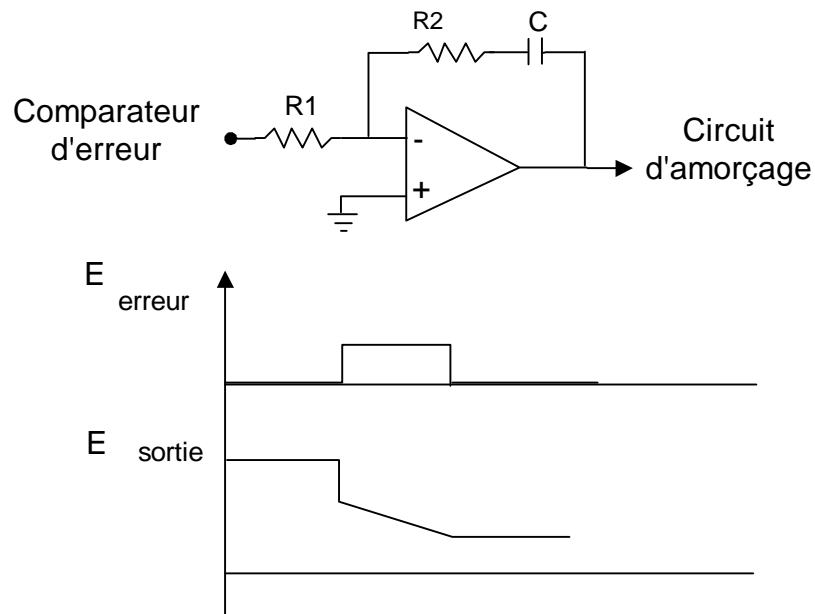

FIGURE 4-12 RÉGULATEUR PI
- **Le régulateur** (Figure 4-12)